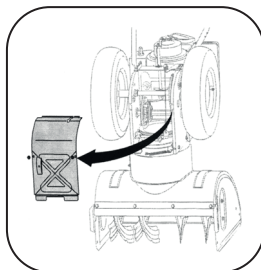

Рис. 2
2. Осторожно наклоните снегоуборщик вперед так, чтобы он опирался на корпус шнека (Рис. 2).
2. Осторожно переверните снегоуборщик так, чтобы он опирался на корпус шнека. Снимите крышку рамы с нижней стороны снегоуборщика, открутив четыре самореза, которыми она крепится (Рис. 2) .